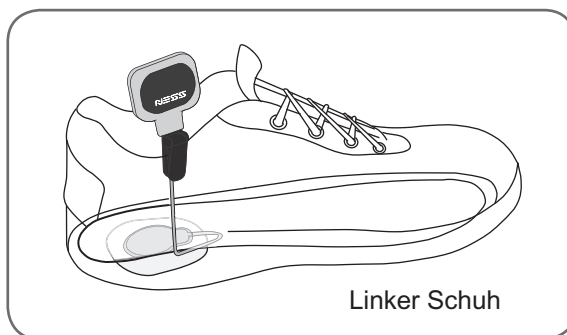

Abbildung 7-11: Korrekt platzierter Intelli-Sense Gait Sensor™
3. Senken Sie die Einlegesohle ab. Rollen Sie die Kabel unter der Einlegesohle zusammen (siehe Abbildung 7-11).